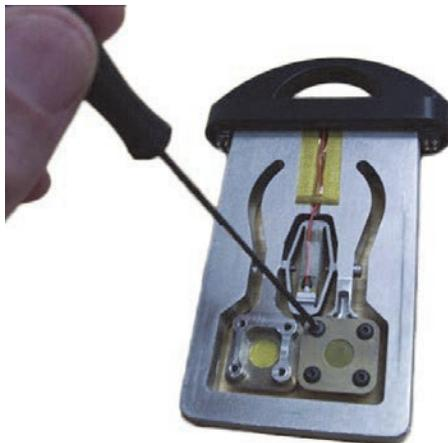

Рис. 3-17 Разобранная на части кювета
1. С помощью шестигранной отвертки (1,5 мм) аккуратно извлеките крепежные винты и разберите окно кюветы на части (см. Рис. 3-17 на стр. 61).